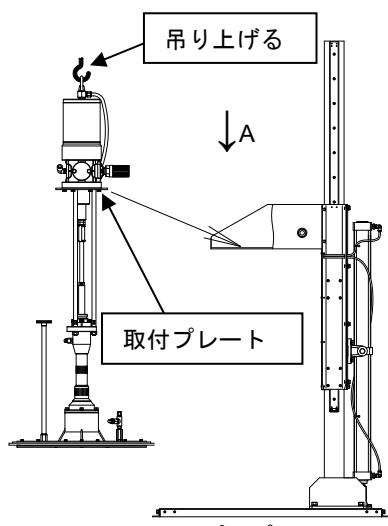
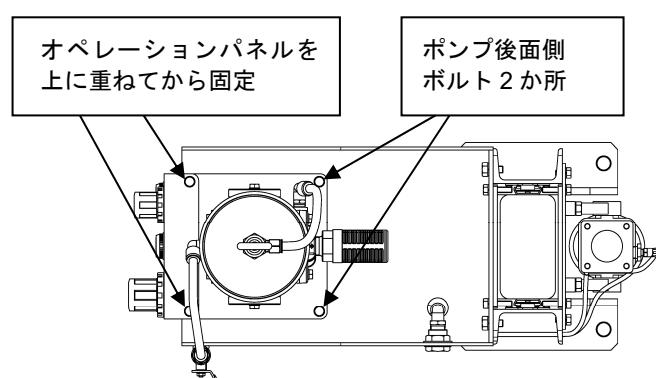

Fig.6 リフトへのポンプ取り付け
Fig.7 左記 Fig.6 の A 矢視図
ポンプ上部のアイナットを利用してポンプ（インダクタープレートも一緒に）を吊り上げて、リフトのポンプブラケットにポンプの取付プレート部を乗せてください。取付プレートの穴とポンプブラケットのネジ穴を合わせて、ポンプ後面側の 2 か所のみボルト（波形バネ座金使用）で仮り締めしてください。(Fig.6、Fig.7)
取り外していたオペレーションパネルを、②の取付プレートのポンプ正面側の 2 か所の穴に合わせて、ボルト（波形バネ座金使用）で固定し、仮り締めしていたポンプ後面側のボルトも本締めしてください。(Fig.7)